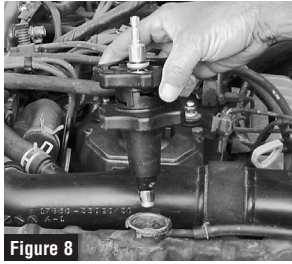

Figure 8
- Carefully remove the radiator cap. Select a universal-fit adapter that most closely fits the size opening of the radiator fill neck. See Figure 8. Insert the adapter into the radiator fill neck. Ensure universal-fit adapter is at its shortest height, with the top and bottom hexagonal adjusting knobs at their closest positions and at the bottom of the stair-step cam slope. See Figure 9.
1. Retirer le bouchon du radiateur avec précaution. Sélectionner l'adaptateur universel le mieux adapté à la taille de l'ouverture du goulot de remplissage du radiateur. Voir Figure 8. Insérer l'adaptateur dans le goulot de remplissage du radiateur. Vérifier que l'adaptateur universel est à sa hauteur minimale, avec les molettes de réglage hexagonales supérieures et inférieures le plus rapproché possible et au fond du dispositif de blocage à encoche. Voir Figure 9.